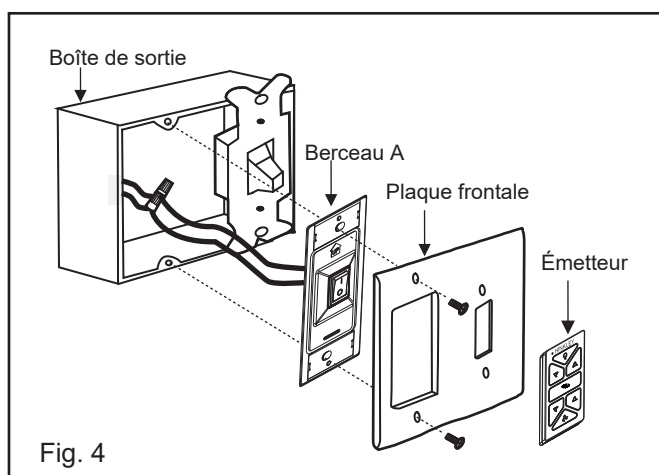

Fig. 4
2. Connect the black lead wires from the switch in the cradle A to the black wires in the switch box. Hot input wire to one of the cradle A switch leads. Power lead to the fan is connected to the remaining switch lead. (Fig. 4)
2. Connectez les fils noirs du commutateur dans le berceau A aux fils noirs dans le boîtier de commutation. Fil d'entrée chaud vers l'un des fils du commutateur du socle. Le fil d'alimentation du ventilateur est connecté au fil de commutateur restant. (Fig. 4)